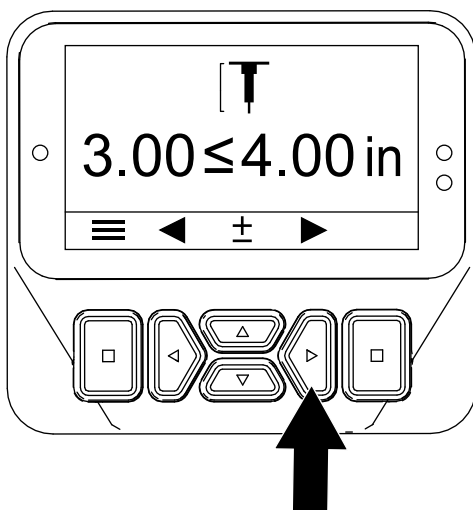

Figura 47
4. Premete il pulsante Destra per visualizzare la schermata Impostazione della profondità dei fori (Figura 47).